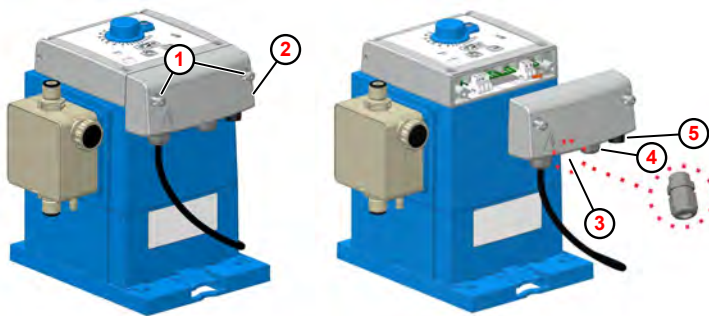

Fig. 11: Installazione elettrica «EcoUp»
( Fig. 11 , ② )
1. ➤ Allentare entrambe le viti dell'alloggiamento ( Fig. 11 , ① ). Le viti sono protette da un'eventuale caduta.
2. ➤ Smontare il pannello del vano morsetti ② .
3. ➤ Per il collegamento dell'uscita per quantità di dosaggio o allarme, montare nel punto adeguato il pressacavo M12x1,5 contenuto nel kit accessori della pompa ③ , far passare il cavo, serrare il pressacavo e collegare i fili del cavo secondo lo schema dei morsetti.
4. ➤ Per collegare l'ingresso impulsi o consenso, far passare il cavo attraverso l'apposito passacavo ④ , serrare il pressacavo e collegare i fili del cavo secondo lo schema dei morsetti.
5. ➤ Il collegamento per l'ingresso di livello deve essere inserito nell'apposita presa ⑤ .
6. ➤ Dopo aver completato tutti i lavori di installazione, rimontare il pannello del vano morsetti ② e serrare le viti di fissaggio ① .
I morsetti sono accessibili dopo aver rimosso il coperchio del vano morsetti ( Fig. 11 , ② ).